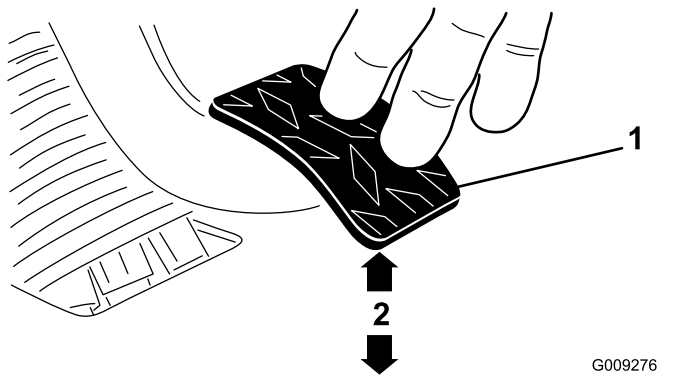

Bild 70
3. Stellen Sie die Klemmmutter oder das Kugelgelenk ein, bis sich die hintere Kante des Kupplungspedals 9,2 cm bis 9,8 cm von der Oberseite des Bodenplattensternmusters befindet, wenn Sie eine Kraft von 1,8 kg auf das Pedal aufbringen (Bild 70).